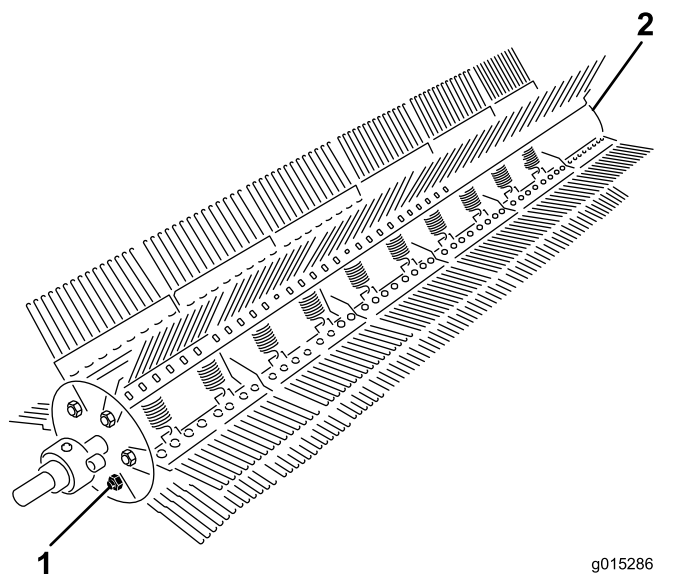

図 27
2. レーキロッド一端側から、ボルトとロックナットを外す 図 27。